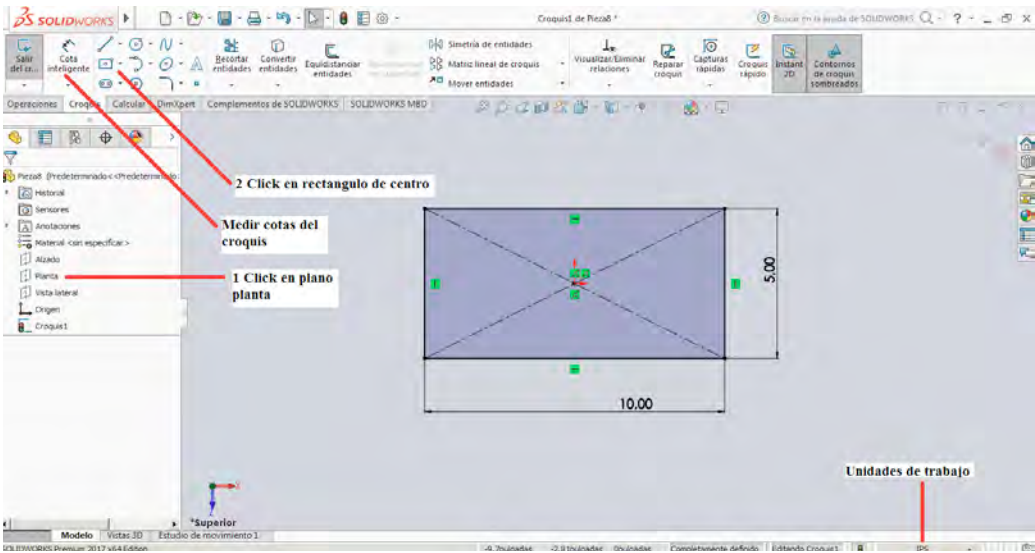

Figura 3-26
2. En la pestaña de croquis Click en la herramienta **Rectángulo de Centro** para construir la base de la figura, en la figura 3-26 se muestra la construcción de rectángulo con sus correspondientes medidas, es importante resaltar que el desarrollo del croquis se realizara en unidades MMGS (Milímetros, Gramos y Segundos).